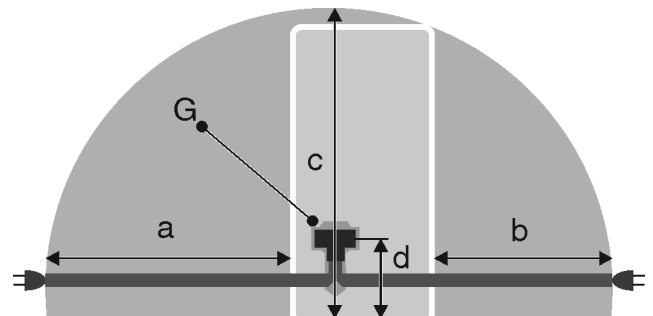

Fig. 23 Chladiace/mraziace kombinácie / mrazičky / celopriestorové zariadenia BioFresh
- Zásuvka sa nenachádza za zariadením, ale v oblastiach a alebo b *Fig. 23 (a, b, c)*.
- ▶ Zástrčku zariadenia *Fig. 23 (G)* zastrčte na zadnej strane zariadenia. Dbajte na správne zaklapnutie.